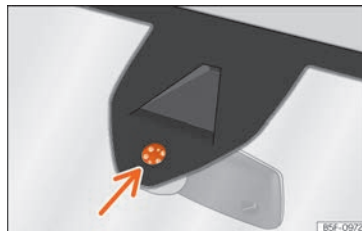

Abb. 122 Sensitive Fläche des Regensensors.
Mögliche Ursachen für Störungen und Fehlinterpretationen im Bereich der sensitiven Fläche » Abb. 122 des Regensensors sind u. a.:
- Sensitive Fläche des Regensensors regelmäßig reinigen und Wischerblätter auf Beschädigungen prüfen » Abb. 122 (Pfeil).